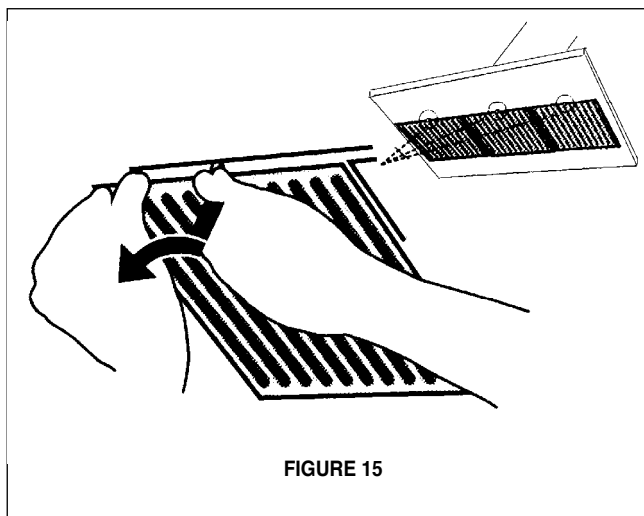

FIGURE 15
6. Installer les filtres. Note : Lors de l'installation du filtre, tirer/faire tourner le bouton avec une main, et tenir le filtre en place avec l'autre main pour qu'il ne tombe pas sur la table de cuisson. Saisir l'un des filtres de telle sorte que le bouton soit orienté vers le bas et vers l'arrière de la hotte (de la FIGURE 15). Insérer l'extrémité du filtre ne comportant pas le bouton dans la rainure de retenue à l'avant de la hotte. Tirer sur le bouton et le tourner vers la gauche (sens antihoraire) de telle sorte que le levier de verrouillage ne fasse pas saillie hors du filtre. Insérer l'extrémité comportant le bouton dans la rainure de retenue à l'arrière de la hotte. Tourner le bouton vers la droite (sens horaire) pour verrouiller le filtre en place.